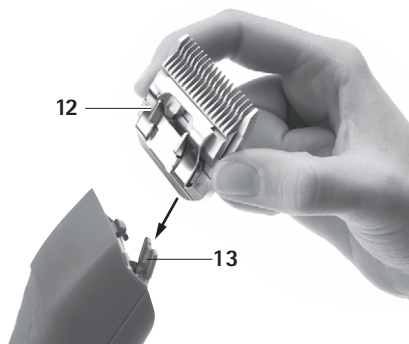

Fig. 2
- Conectar el cabezal de corte 12 a la bisagra del cabezal 13 abierta, ver Fig. 2.
- Empujar suavemente el cabezal de corte 12 hacia la esquiladora FAV5 CL/FORTIS, ver Fig. 2. El cabezal de corte 12 se enclava de forma audible.